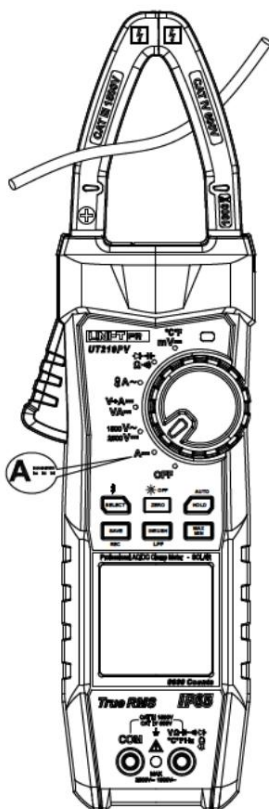

Figura 5
1. Măsurarea curentului continuu folosind clemele de măsurare (Figura 5)